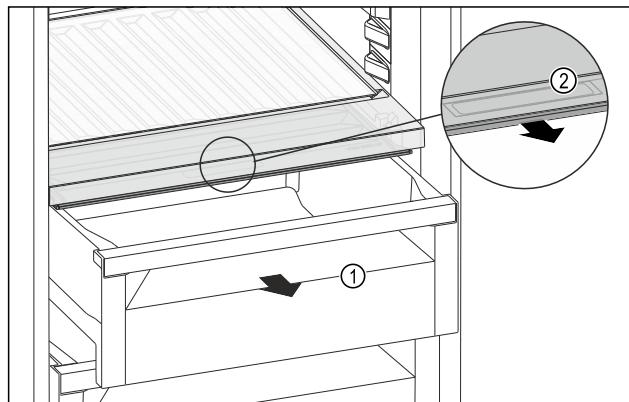

Fig. 147
- Schubfach Fig. 147 (1) herausziehen.
- Griffmulde Fig. 147 (2) am Fachdeckel anfassen und Fachdeckel gleichzeitig nach vorne ziehen.